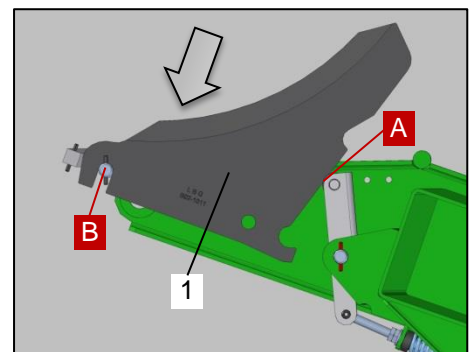

Bild 124: Messer einbauen
- Legen Sie das Messer (Bild 124 / Pos.1) am Aufnahmepunkt A (Bild 124) in die Nut der Führungsrolle.
- Führen Sie das Messer (Bild 124 / Pos.1) am Aufnahmepunkt B (Bild 124) in den Schlitz in der Schneidwanne.
- Fädeln Sie das Messer (Bild 124 / Pos.1) am Aufnahmepunkt B (Bild 124) über die Welle.